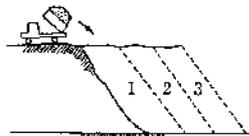

図3 一層法
(1) 一層法 高まき工法ともいい、**図3**のように一度に所要の高さまで盛土する方法である。この方法は工費が安く迅速に完成するが、工事中に土が圧縮されることが少ないので、工事完了後の沈下量が多く表面が崩れやすいことから高い築堤や河川堤防、^④アースダムなどの盛土には不適当である。